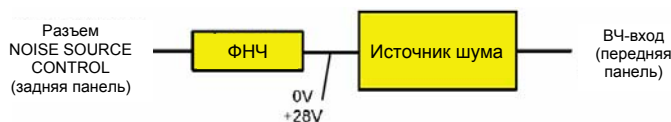

Рисунок 2-73: Подготовка к выполнению калибровки
- Подсоединить источник шума к ВЧ-входу анализатора R&S FSL (см. рис. 2-73).
- Подать напряжение питания на источник шума, для чего подключить его коаксиальным кабелем через низкочастотный фильтр к гнезду +28 В на анализаторе R&S FSL (на задней панели прибора разъем обозначен как NOISE SOURCE CONTROL). На рис. 2-73 показано подключение низкочастотного фильтра (ФНЧ) между источником шума и гнездом NOISE SOURCE CONTROL на анализаторе R&S FSL.